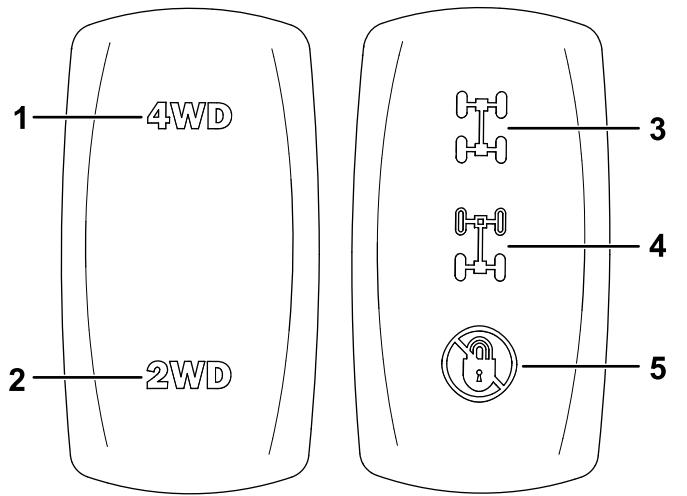

図73
- 2駆4駆切り替えスイッチ図73を上にセットすると4輪駆動に切り替わる。
アクセルペダルから足を離して、2駆4駆切り替えスイッチを下へ押すと4輪駆動が解除されます図73。
- デフロックスイッチを中央位置にすると、後デファレンシャルギアがロックする図73。
スイッチを上位置にすると、前後のデファレンシャルギアがロックする図73。
アクセルペダルから足を離してデフロックスイッチを下位置にすると、デファレンシャルロックが解除されます図73。